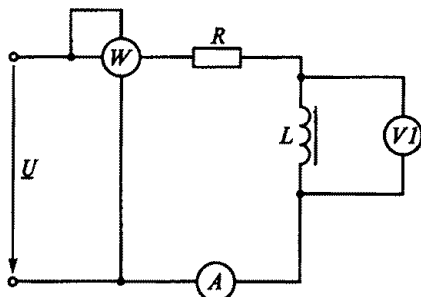

Рис. 122
3.89. Как изменятся показания приборов на рис. 122, если из катушки удалить ферромагнитный сердечник? (Указать неправильный ответ.)